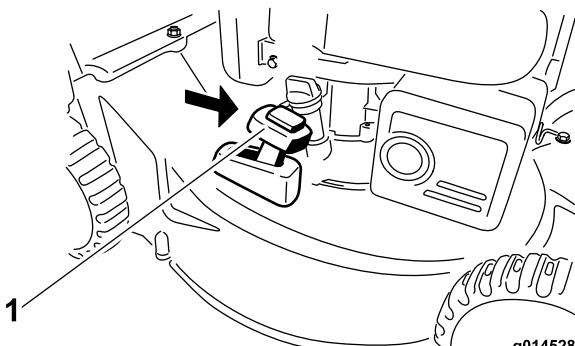

Figure 20
2. Montez le bac à herbe ; voir Retrait du bac à herbe \(page 13\) et amenez le levier de ramassage sur demande en position de **ramassage** (Figure 20).
Remarque: Si le bac à herbe est monté sur la machine, enlevez-le avant de procéder à l'éjection arrière de l'herbe coupée ; voir Retrait du bac à herbe \(page 13\). Le levier de ramassage sur demande doit être en position **ramassage** (Figure 20).